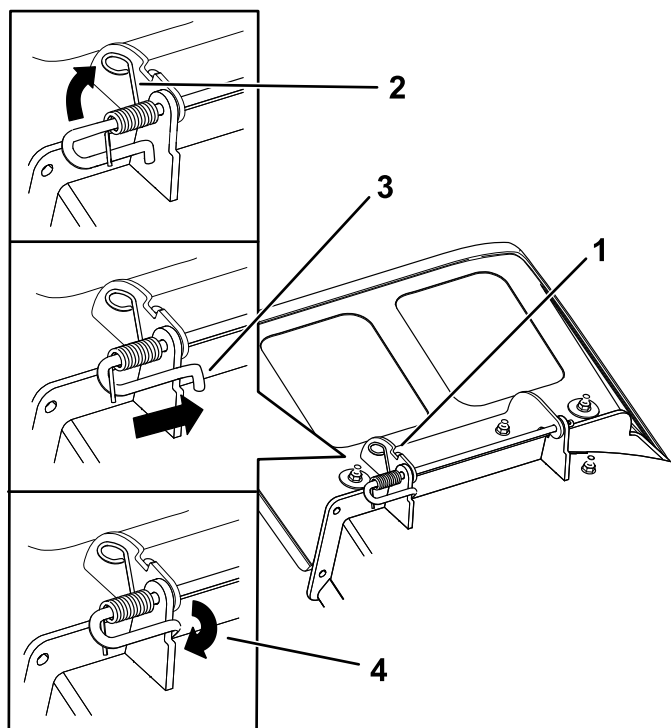

Figura 79
4. Poziționați noul deflector de evacuare cu capetele suporturilor între suporturile sudate de pe punte, aa cum este ilustrat în Figura 79.
6. Poziționați arcul pe tijă aa cum este ilustrat în Figura 79, astfel încât capătul mai scurt al arcului să vină de sub tijă, înainte de cot și să treacă peste tijă la revenirea după cot.
7. Ridicați capătul buclă al arcului și amplasați-l în canelura de pe suportul pentru deflector (Figura 79).
8. Fixai ansamblul tijă i arc prin rotire, astfel încât capătul scurt al tijei să fie în spatele suportului sudat față al punii (Figura 79).